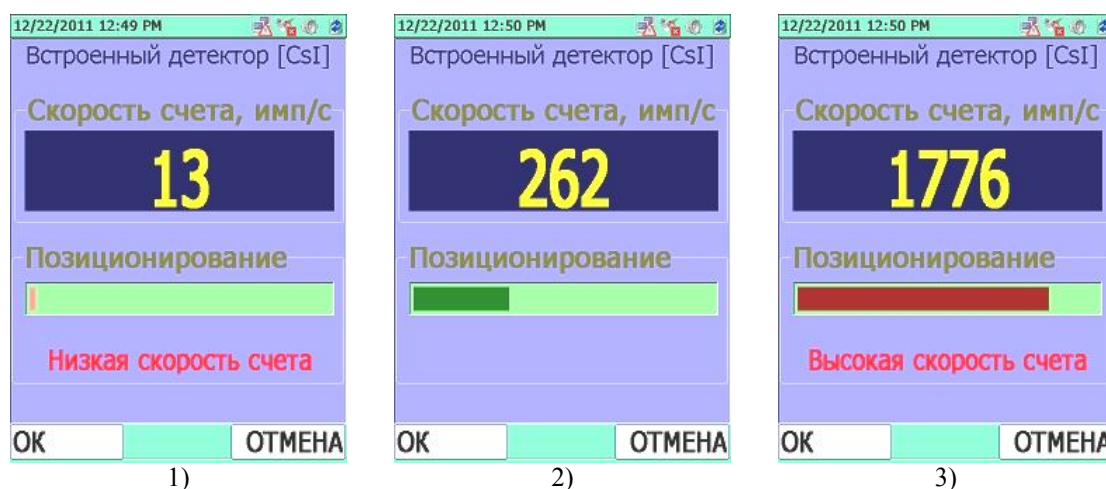

Рисунок 11.8
Под цифровой индикацией скорости счета на ЖКИ индицируется шкала графического отображения загрузки гамма- канала, рисунок 11.8, сообщаящее пользователю о текущей скорости счета гамма- канала.
Шкала розового цвета, рисунок 11.8 (1), свидетельствует о том, что средняя скорость счета гамма- канала недостаточна **"Низкая скорость счета"**, (ниже 150 имп/с). При низкой загрузке гамма- канала спектр будет недостаточно достоверный.
Шкала зеленого цвета, рисунок 11.8 (2), свидетельствует о том, что средняя скорость счета гамма- канала соответствует оптимальной загрузке (от 150 до 900 имп/с). Оптимальная загрузка гамма- канала обеспечит, в результате, достоверное и неискаженное накопление спектра.
Шкала красного цвета, рисунок 11.8 (3), свидетельствует о том, что средняя скорость счета гамма- канала слишком высока **"Высокая скорость счета"** (выше 900 имп/с). При высокой загрузке гамма- канала спектр будет искаженный.